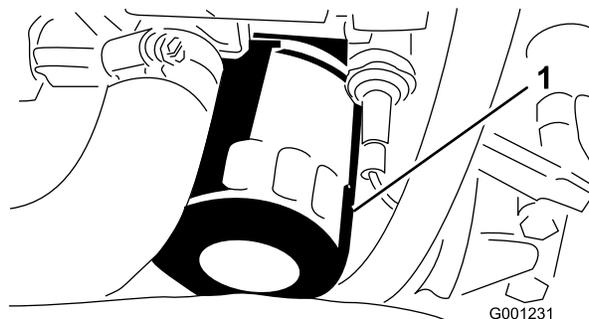

Bild 53
6. Entfernen und wechseln Sie den Ölfilter aus (Bild 53).